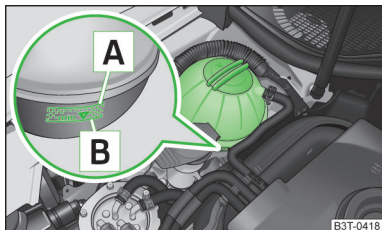

Abb. 132
Zum Nachfüllen nur das Frostschutzmittel verwenden, dessen Bezeichnung auf dem Kühlmittelausgleichsbehälter aufgeführt ist » Abb. 132 auf Seite 150.
- Das Kühlmittel nicht über die Markierung **A** auffüllen » Abb. 132 auf Seite 150.
Der Kühlmittelausgleichsbehälter befindet sich im Motorraum » Abb. 132.
Bildbeschreibung » Abb. 132
- Den Kühlmittelstand am Kühlmittelausgleichsbehälter prüfen » Abb. 132.
Bei betriebswarmem Motor kann das Prüfergebnis ungenau ausfallen. Der Stand kann auch über der Markierung **A** » Abb. 132 liegen.